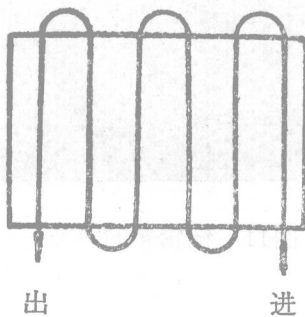

图 7 梭行耕作法
① 梭行耕作法（图 7）：这种耕作方法是较基本的，适用于地块较小或形状不规则的地块，但只能用于双向式的栅条单铧犁，每次耕到地头后可以调节犁面的反土方向，使它达到来回耕作都使土垡翻到同一个方向的目的。